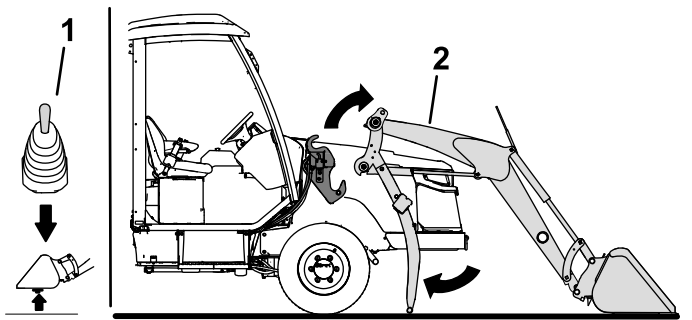

図 48
4. ローダのジョイスティックでアームを上昇させてフレームマウントから外す 図 48。